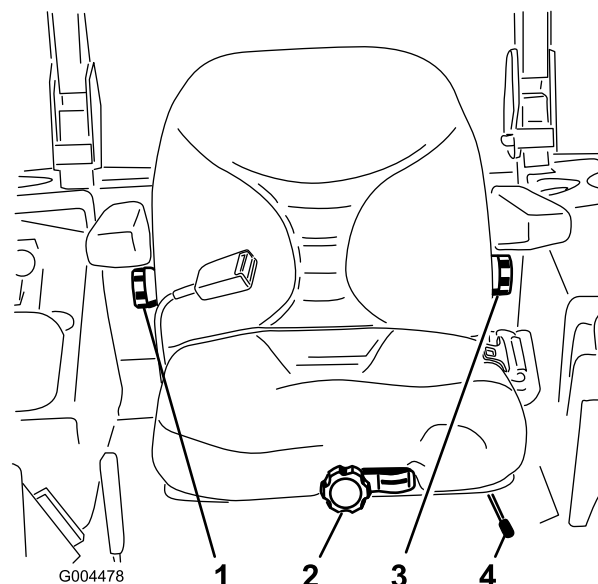

Bild 20
1. Wenn Sie den Sitz verstellen möchten, bewegen Sie den Hebel zum Entriegeln des Sitzes zur Seite (Bild 20).
Drehen Sie zum Verstellen das Handrad unter der rechten Armlehne solange in eine Richtung, bis der gewünschte Komfort erreicht ist (Bild 20).
Drehen Sie zum Verstellen das Handrad unter der linken Armlehne solange in eine Richtung, bis der gewünschte Komfort erreicht ist (Bild 20).